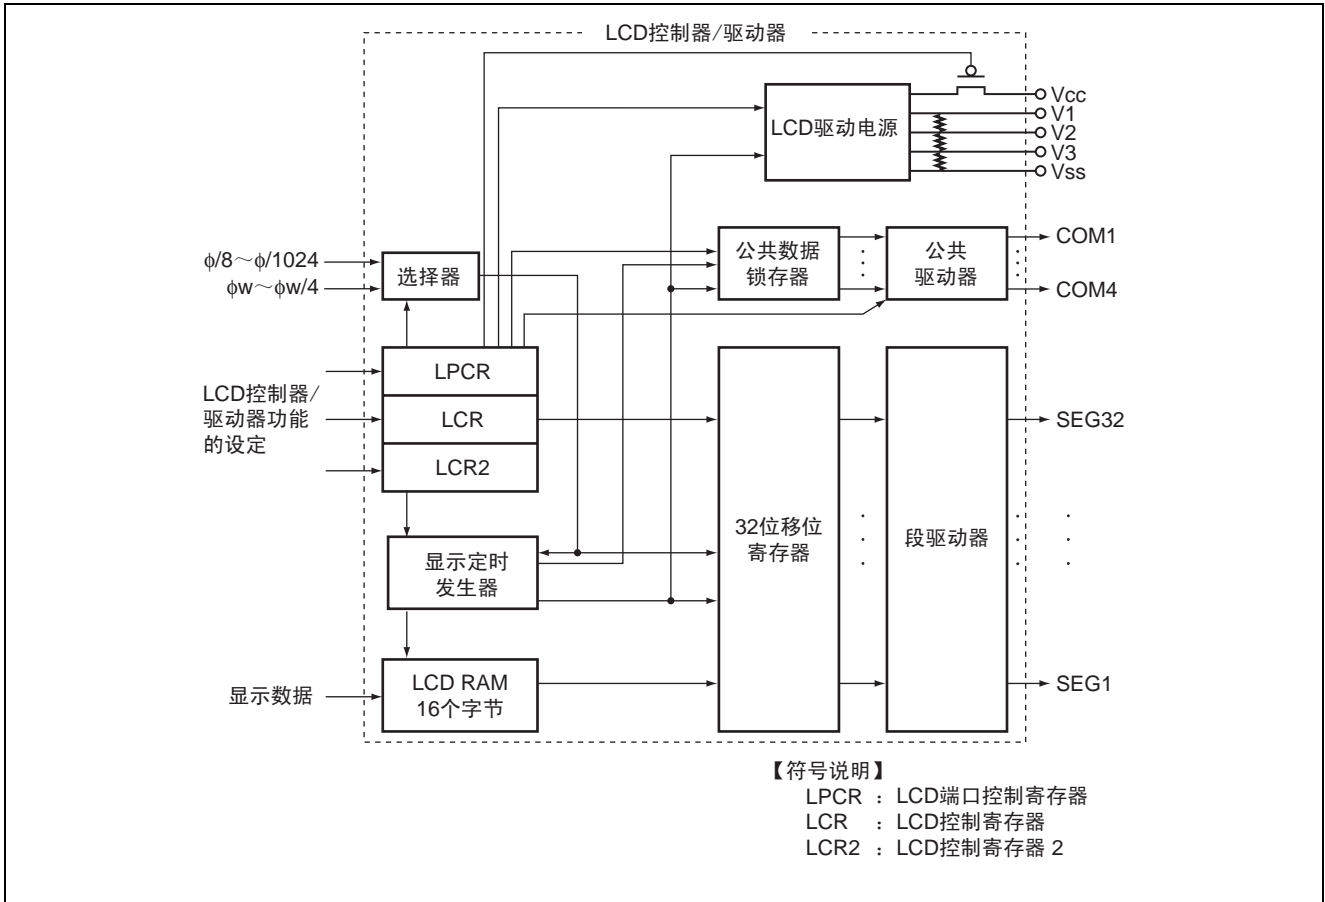

图 3 LCD 控制器/驱动器的框图
(2) 本例子使用的 LCD 控制器/驱动器框图如图 3 所示。